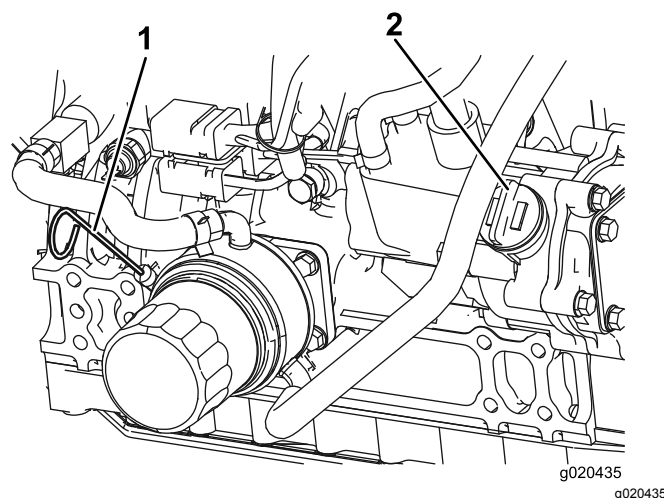

Figure 74
3. Sortez la jauge, essuyez-la sur un chiffon propre, replacez-la dans le goulot de remplissage, puis ressortez-la. Le niveau d'huile doit atteindre le repère maximum (Figure 74).
4. Si le niveau n'atteint pas le repère maximum, enlevez le bouchon de remplissage (Figure 74) et faites l'appoint jusqu'à ce que le niveau correct soit atteint. **Ne remplissez pas excessivement.**